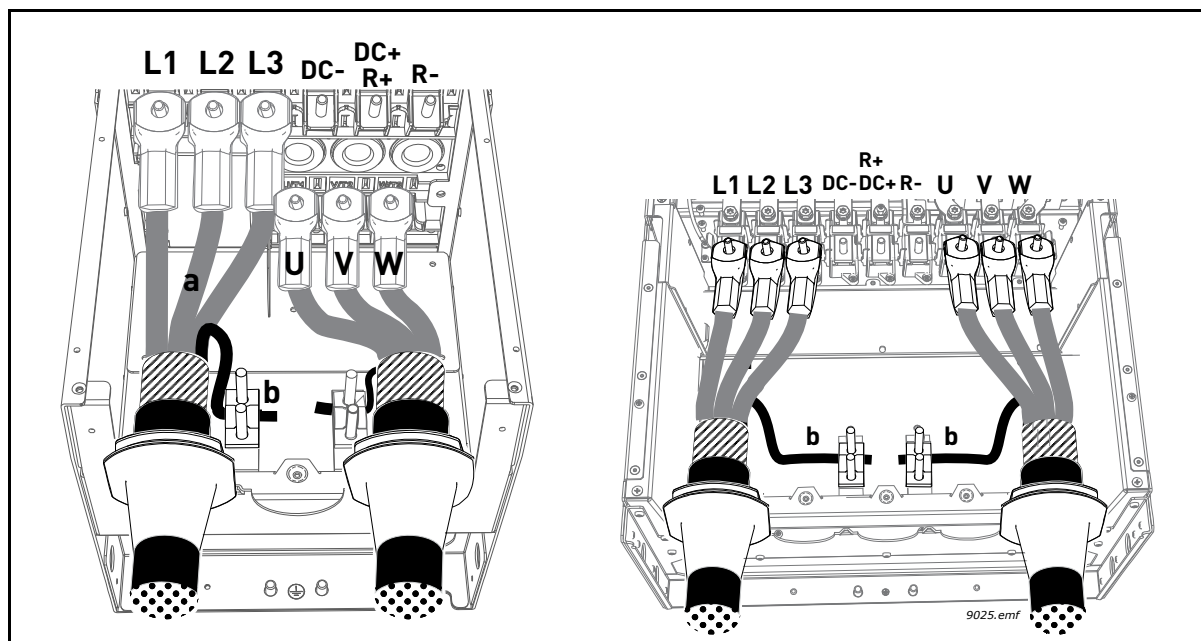

Figura 45. Conexión de cables de alimentación; izquierda: MR8, derecha: MR9
- Trencel el resto del blindaje del cable de cada uno de los cables y realice una conexión de tierra tal y como se muestra en la Figura 45 (b) utilizando la abrazadera que se proporciona en la *bolsa de accesorios*.